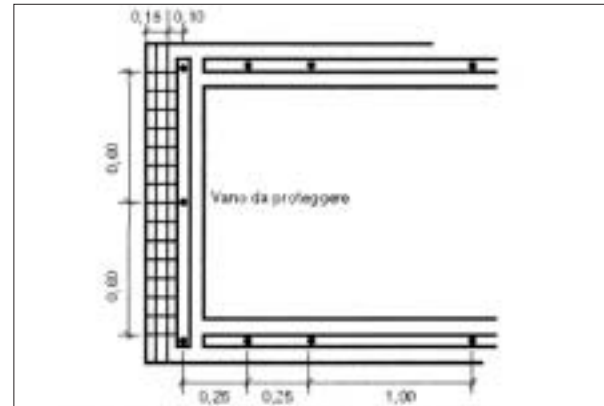

Fig. 9 - Condizione di fissaggio rete fissata sopra i listelli, con listello di testa nella parte terminale del vano
- con listello di testa, per reti fissate sopra i listelli (Fig. 9).